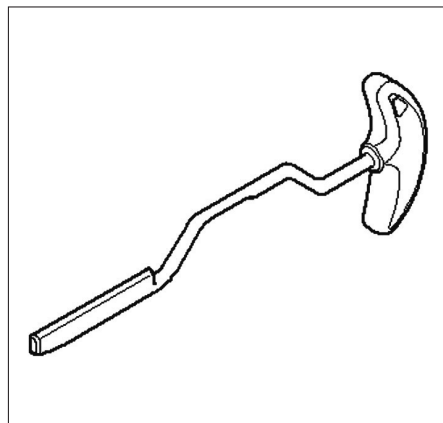

Fig. 10
- [1]. Levier de montage (réf. 10407) (Fig.10).